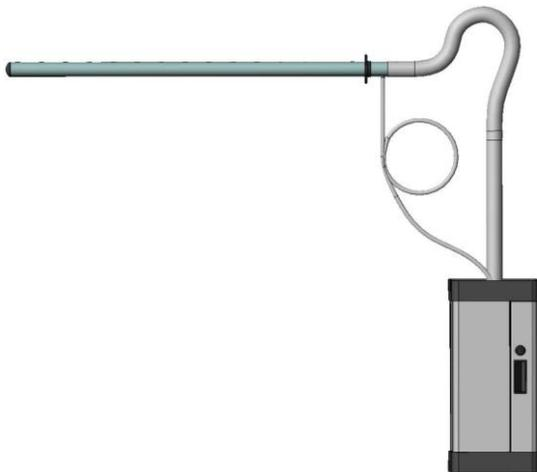
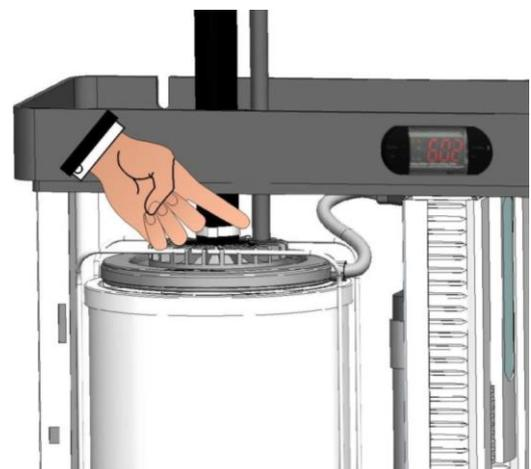

Fig.4
Fig. 5
2. Si le distributeur de vapeur est placé plus haut que l'humidificateur et que le tube de vapeur génère un siphon (fig. 4), le tube de récupération des condensats doit être installé directement dans le manchon de cylindre approprié de l'humidificateur (fig. 5) ou dans un puits de collecte d'eau. La récupération des condensats est réalisée en connectant le tube PEGO UMITUBODN10, spécifique à ce type d'application, au manchon de diamètre 10mm du distributeur de vapeur. Dans le trajet du tube de récupération des condensats, du distributeur de vapeur à l'humidificateur ou du distributeur de vapeur au puits, il est nécessaire d'effectuer un siphon avec un tour complet d'un diamètre minimum de 200mm; le siphon doit également être rempli d'eau avant l'installation.
Cela empêchera la sortie de vapeur du tube de récupération des condensats (fig. 4).